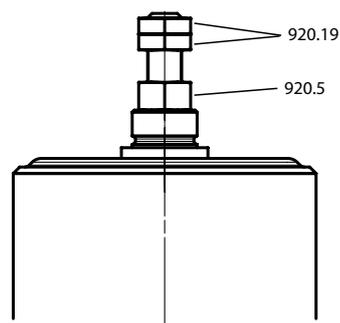

Abbildung 3: Notbetätigung bei SISTO-LAD-SF
Die Membranantriebe in der Ausführung „Sicherheitsstellung geschlossen (SF) sind im Standard mit einer Notbetätigung ausgestattet (Abbildung 3).